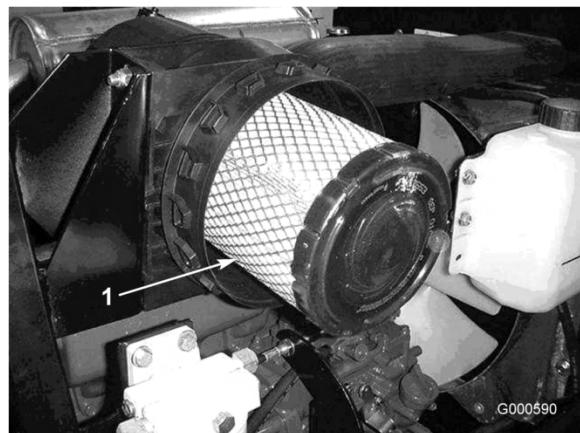

Bild 30
3. Entfernen und wechseln Sie den Hauptfilter aus (Bild 30).